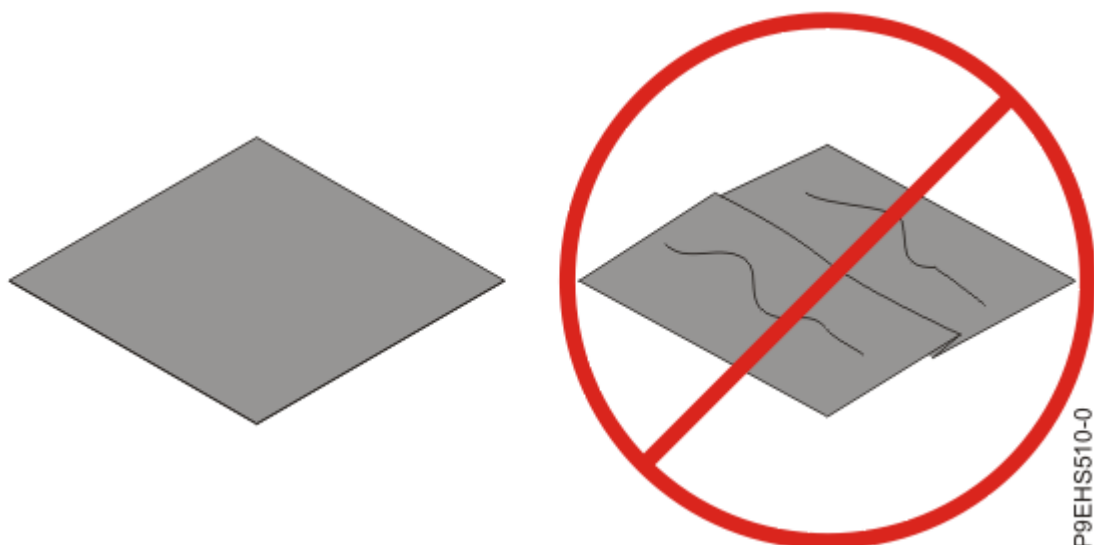

Figura 20. Inspección del material de interfaz térmica
4. Inspeccione el material de interfaz térmica (TIM) en busca de signos de daños visibles, como se muestra en la Figura 20 en la página 23.